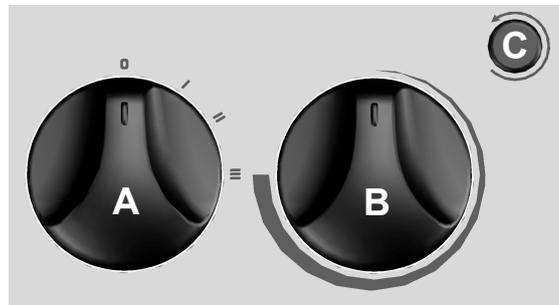

fig. 1
- Stellen Sie sicher, dass der Bezug "I" des Drehknopfes "A" (Abb. 1) mit dem Symbol "o" auf der Bedienkonsole (Abb. 2) zentriert ist.
- *Verifique que la referencia "I" de la manija "A" (fig. 1) esté alineada con el símbolo "o", presente en el panel de mandos (fig. 2).*